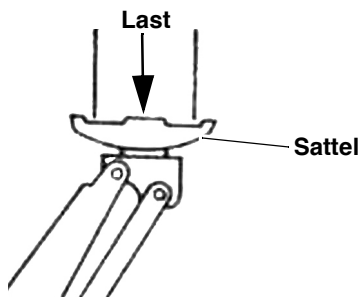

Abb. 5: Richtige Platzierung des Gewichtes
- Schritt 5: Bevor der Hebearm die Last berührt, überprüfen Sie nochmals die Ausrichtung des Wagenheber-Sattels zum Aufnahmepunkt der Last. Achten Sie dabei darauf, dass das Gewicht zentral auf dem Sattel des Wagenhebers verteilt wird. (Siehe Abb.5)